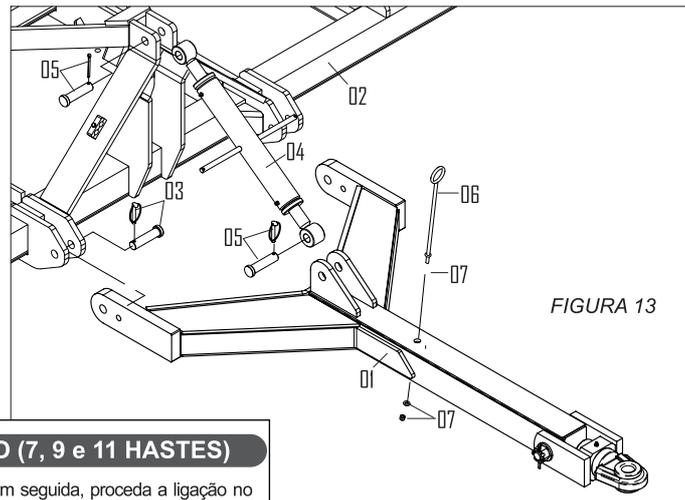

FIGURA 13
Encaixe o cabeçalho de engate (1) no chassi (2), e trave com pino e cupilha (3), em seguida coloque o terceiro ponto (4) nos itens (1) e (2) trave o mesmo com pino e trava argola (5). Finalmente fixe o suporte da mangueira (6), com arruelas e porca (7) conforme mostra a figura 13.